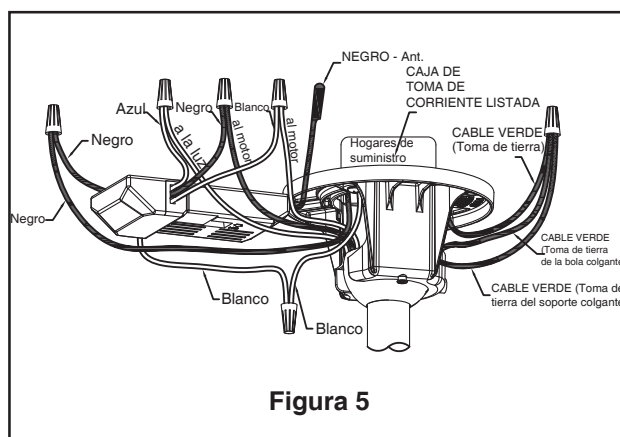

Figura 5
- ☐ 5. Pase los cables a través de la cubierta de unión del motor, la cubierta para el tornillo y el capuchón. (Figura 5)
- ☐ 4. Conecte los cables verdes desde el soporte colgante y la bola colgante en el cable desnudo (toma de tierra) utilizando el conector de cables suministrado. Conecte el cable negro desde la unidad del receptor marcado "AC IN L" al cable negro de suministro de electricidad utilizando el conector de cables suministrado. Conecte el cable blanco desde la unidad del receptor marcado "AC IN N" al cable blanco de suministro de electricidad utilizando el conector de cables suministrado. Conecte el cable blanco desde la unidad del receptor marcado "TO MOTOR N" al cable blanco del ventilador utilizando el conector de cables suministrado con el receptor. Conecte el cable blanco desde la unidad del receptor marcado "TO MOTOR L" al cable blanco del ventilador utilizando el conector de cables suministrado con el receptor. Por último, conecte el cable azul del receptor al cable azul de la luz del ventilador utilizando el conector de cables suministrado. Coloque todos los cables conectados y la antena del receptor para permitir la instalación de la cubierta del techo. (Figura 5)
- ☐ 5. Luego de empalmar los cables y realizar la conexión, sepárelos y dóblelos hacia arriba con el conductor con conexión a tierra y el conductor con conexión a tierra del equipo debe ir en un lado de la caja de distribución eléctrica y el conductor sin conexión a tierra debe ir del otro lado. (Figura 5)
5. Asegure el vidrio en la unidad de la placa de luz girándolo en el sentido de las agujas del reloj y sin apretar demasiado. (Figura 5)
- ☐ 5. Si se desea que el flujo del aire vaya en la dirección opuesta, apague el ventilador y espere a que se detengan las palas. Deslice la carcasa de la cubierta para visualizar el interruptor del reverso. (Figura 5)